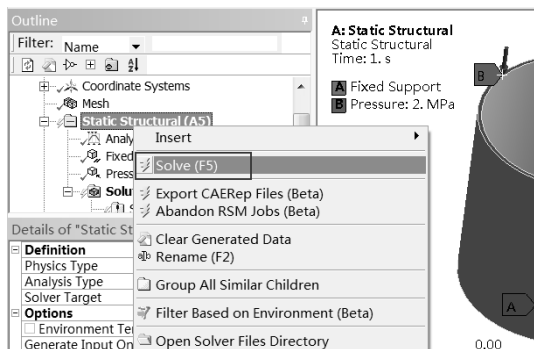

图 14-75 静力计算
Step2：如图 14-75 所示，在 Outline（分析树）中的 Static Structural（A5）选项上右击，在弹出的快捷菜单中选择 Solve 命令，此时会弹出进度显示条，表示正在求解，当求解完成后进度条自动消失。